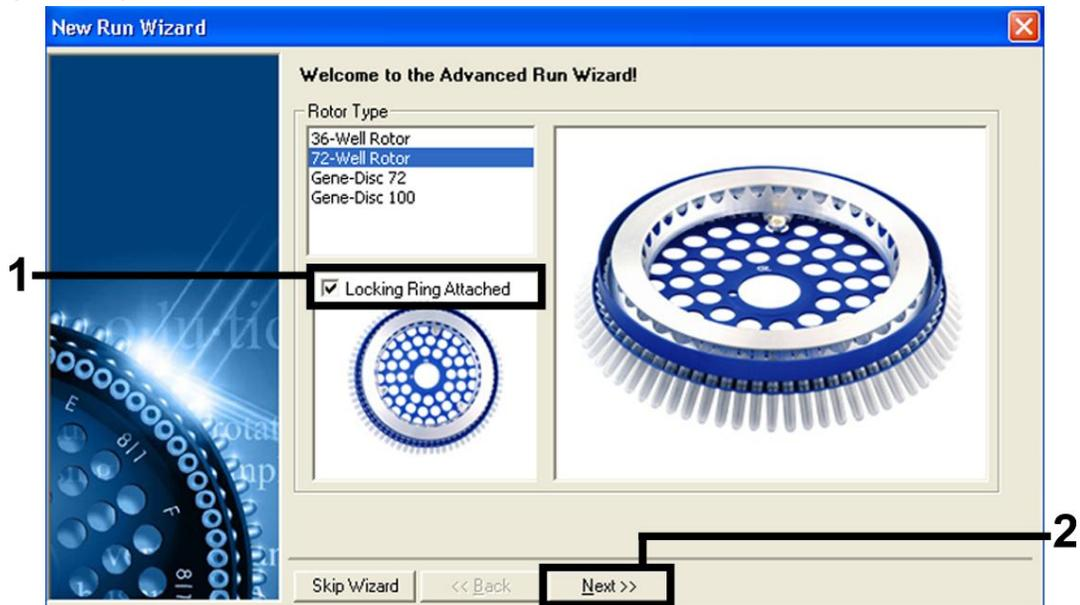

Figura 4. Finestra di dialogo "New Run Wizard".
6. In primo luogo, aprire la finestra di dialogo "New Run Wizard" (Wizard nuovo processo) (Figura 4). Spuntare la casella "Locking Ring Attached" (Anello di bloccaggio collegato) e cliccare su "Next" (Avanti).